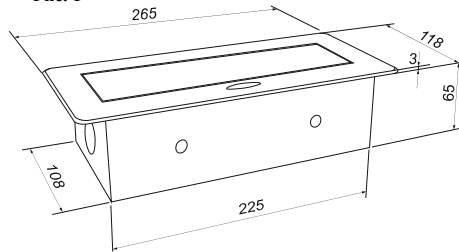

Рис.3
- Размеры блока розеток указаны на Рис.3.